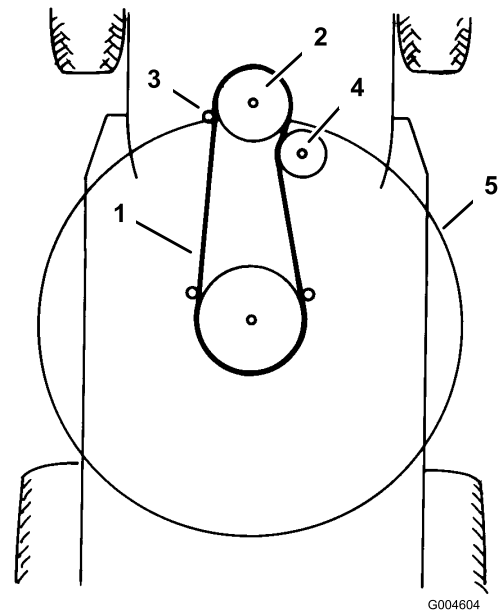

Figure 43
18. Enlevez la courroie d'entraînement du plateau de coupe de la poulie du moteur inférieure (Figure 43).
10. Passez la courroie d'entraînement du plateau de coupe sur la poulie de moteur inférieure (Figure 43).